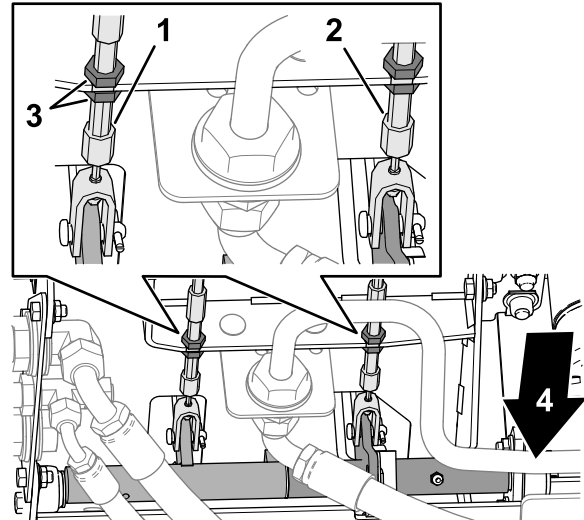

Figura 160
3. Slăbește contrapiulița față de pe capătul filetat al cablului de frână (Figura 160).